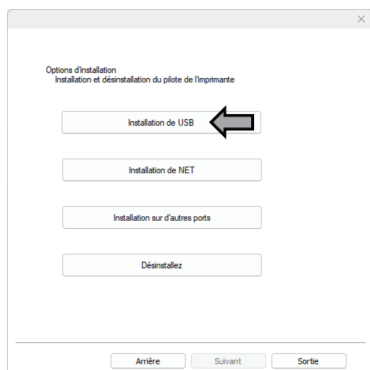

Fig.4
④ Depuis l'interface « options d'installation », sélectionnez l'option « Installation de USB » et attendez que l'installation du pilote soit terminée (voir Figures 4 et 5).